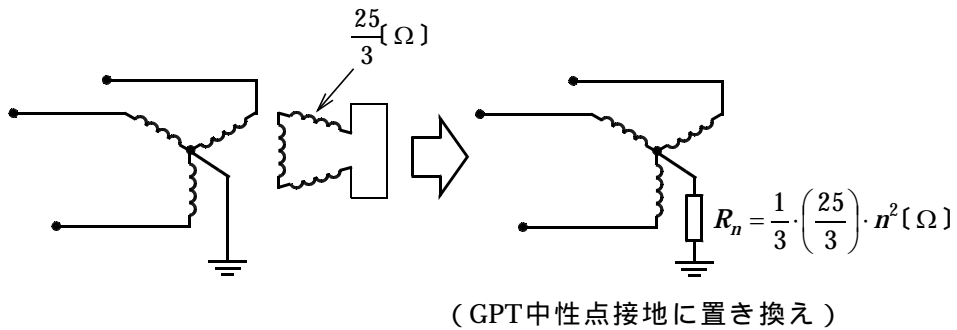

図 1
(1) GPTの等価中性点抵抗 R_n は、変圧器巻線比を n とすると、図1に示すように